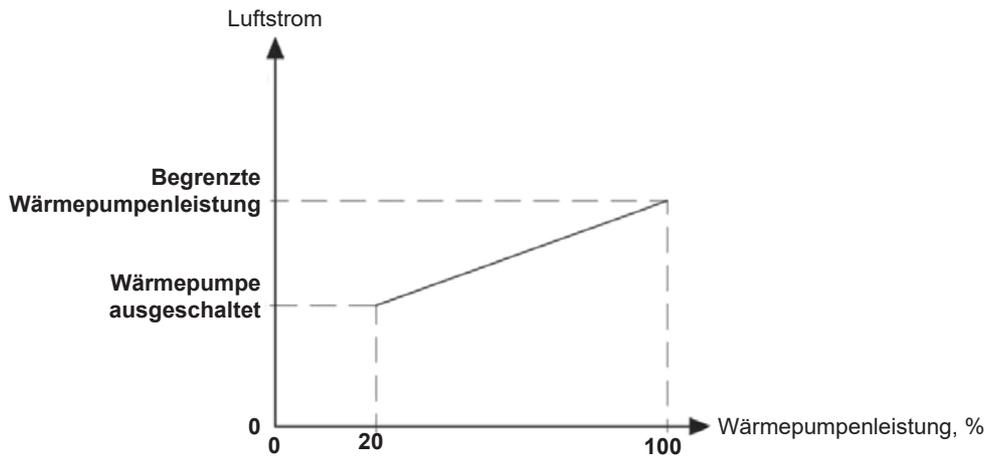
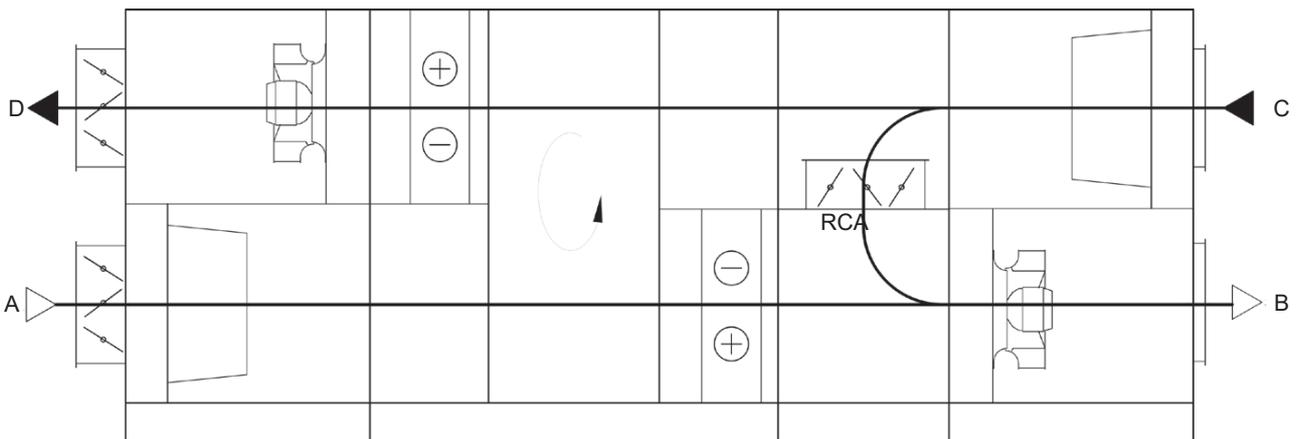

Abbildung 1
Abbildung 2
- Aufgrund von Luftströmungsbeschränkungen könnten RHP-Einheiten mit einer Zirkulationsfunktion (Abbildung 2) instabil sein. Wenn einer der Luftströmung (in der Umwälzfunktion Abgas auf der Ventilatorseite) niedriger als in Abbildung 1 ist, wird die Wärmepumpenkapazität begrenzt oder die Wärmepumpe wird ausgeschaltet;